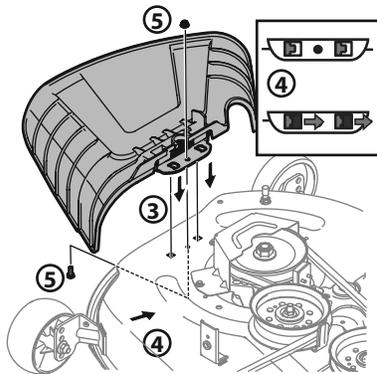

Figura 18
- Ubique el deflector del canal en la plataforma, asegúrese de insertar las lengüetas de dicho deflector en los orificios de la plataforma. Consulte la Figura 18.
- Deslice el deflector del canal hacia la parte posterior del tractor hasta que el orificio del perno que está en el deflector del canal quede alineado con el orificio de la plataforma. Consulte la Figura 18.